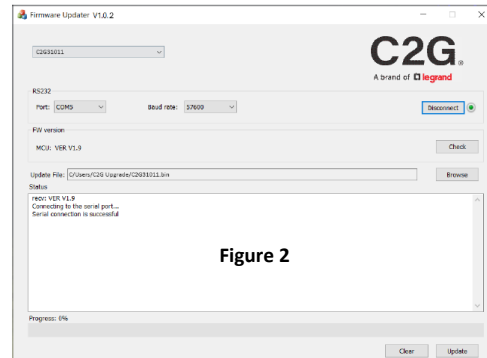

Figure 2
5. **Figure 2**, cliquez sur « **Browse** » pour sélectionner le fichier bin de mise à niveau à partir du PC local et cliquez sur « **Update** » pour commencer la mise à niveau du micrologiciel du récepteur.